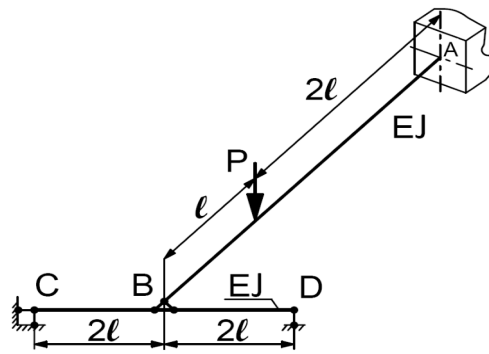

Рисунок 6
**Задача СМ-6.** Конструкция, состоящая из двух жестко соединенных балок одинаковой жесткости  $EI = \text{const}$ , нагружена силой  $P$ . Длина балки  $AB = 3l$ , а балки  $CD = 4l$  (рис. 6).